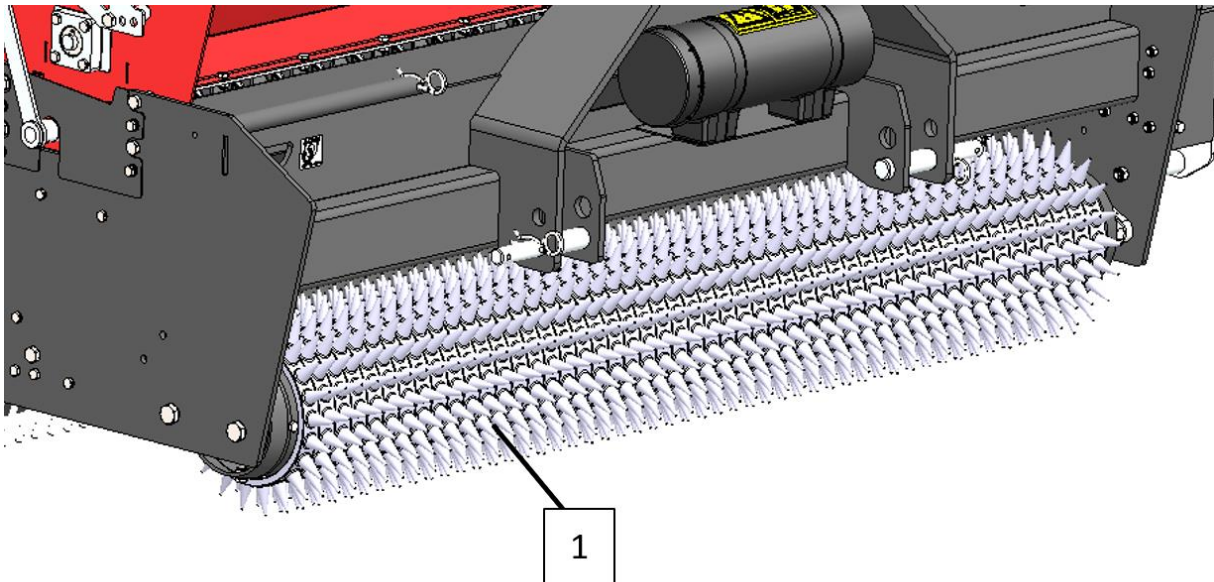

Fig.5-2
- Controllare che gli elementi di semina (1) non siano danneggiati ed eventualmente ripararli. (Fig.5-2)